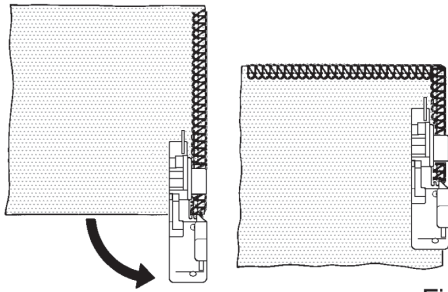

Fig. 1
3. Drehen Sie den Stoff, lassen Sie den Nähfuß wieder herunter, und nähen Sie in der neuen Richtung weiter (Fig. 1).